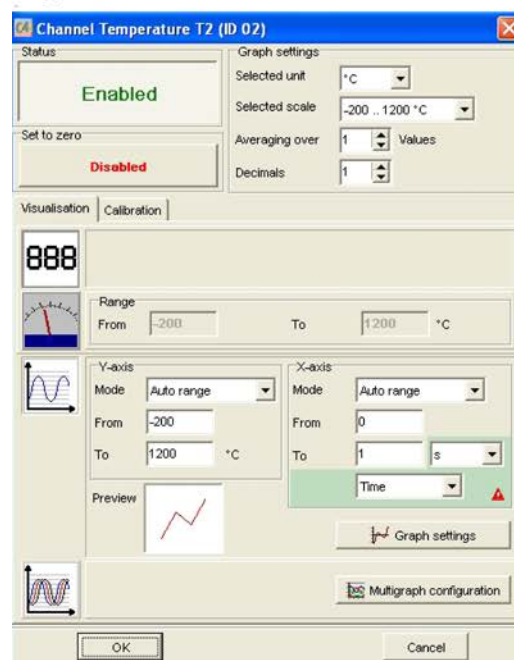

Рис. 3: Окно канала измерения температуры
- Перед тем как начать эксперимент, температурные разъемы прибора Cobra4 с химическим сенсорным датчиком необходимо выключить. Для того чтобы выполнить это, выберите «Температура Т1», а затем «Температура Т2» в «Навигаторе» и переключите их в «неактивный» режим убрав галочку с активного поля (см. Рис. 3).